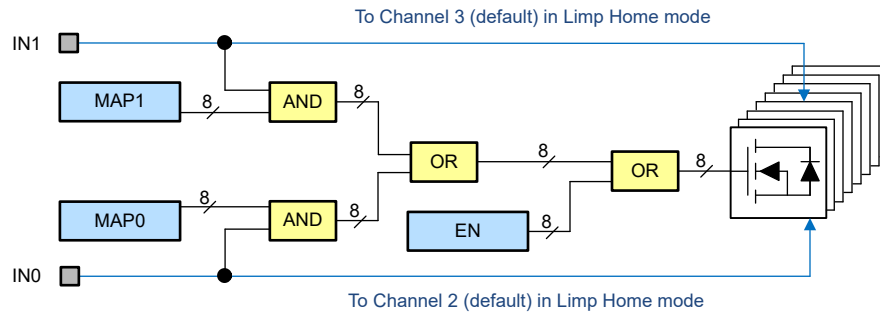

図 7-2. 入力マッピング
デバイスには 2 つの入力ピンがあります。各入力ピンはデフォルトで 1 つのチャンネル (IN0 からチャンネル 2、IN1 からチャンネル 3) に接続されています。入力マッピングレジスタ MAP0 および MAP1 は、各入力ピンに追加または異なるチャンネルを接続するようにプログラムできます (図 7-2 を参照)。チャンネルを駆動する信号は、EN レジスタの状態、PWM ジェネレータ (PWM ジェネレータの出力マッピング状態に従う)、および IN0 と IN1 (入力マッピングレジスタの状態に従う) との論理和 (OR) の組み合わせによって決定されます。